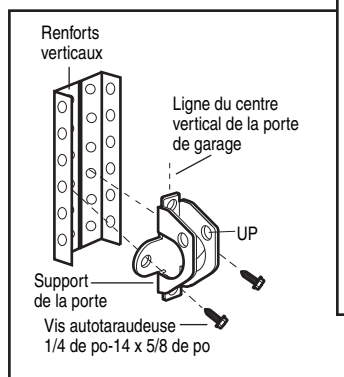

Figure 2A
- Percer des trous de fixation de 3/16 po. Fixer le support de porte à l'aide des deux vis autotaraudeuses de 1/4 po-14 x 5/8 po. (Figure 2A).